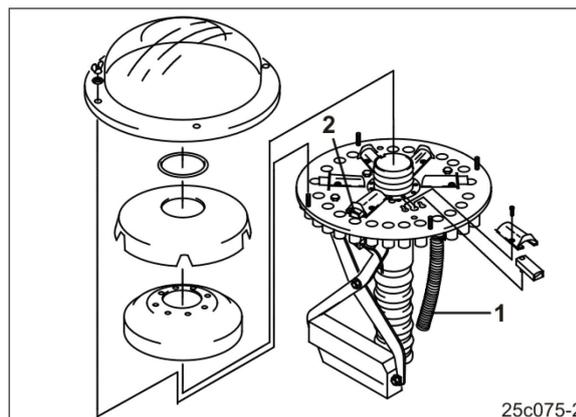

Fig. 123
1. Mettez un récipient adapté sous le bouchon de vidange (Fig. 123/1) (contenance minimum : 35 litres).